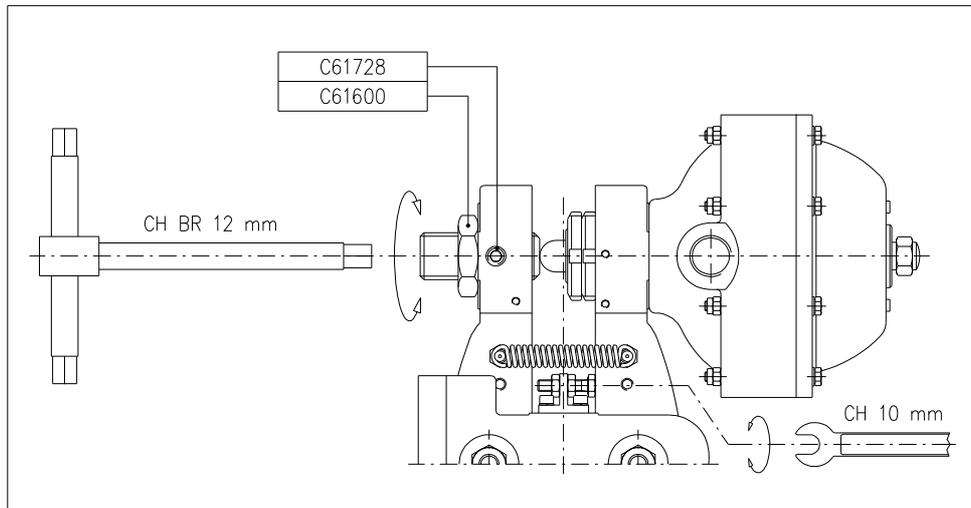

Figura 1
2. Regolare il gioco tra i ferodi tramite il grano regolatore di gioco, utilizzando una CH BR 12, ruotando in modo opportuno (Figura 1); ottenuto il gioco di 1 mm tra disco e ciascun ferodo, bloccare il regolatore di gioco mandando in battuta sulla leva il dado C61600 con una CH 36 e serrando il grano C61728 tramite una CH BR 5.
Regolare la vite posta tra le leve utilizzando una CH 10 (Figura 1), fino a bilanciare il peso del pistone; ottenuto il bilanciamento bloccare la vite serrando i dadi.
3. Bloccare il dado C61600 ed il grano C61728 (Figura 1).